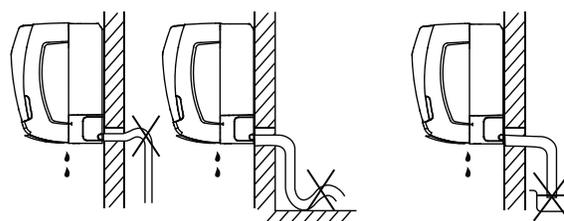

Fig. 7 — Tuyauterie des condensats, mauvaise installation
- Il NE faut JAMAIS installer des raccords en U ou vidanger la conduite de condensats dans un puisard rempli d'eau. Reportez-vous à la fig. 7.